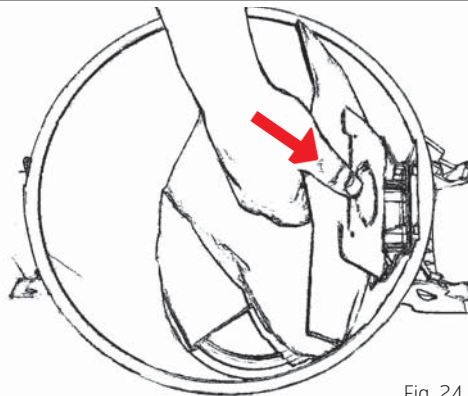

Fig. 24
1. Sett i støvposens pappskive med hull i poseholderen, Fig. 24.